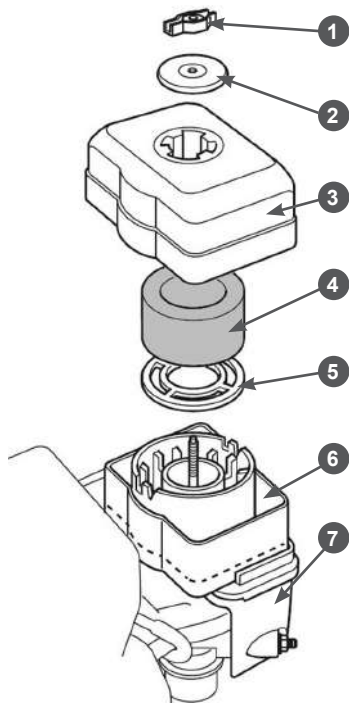
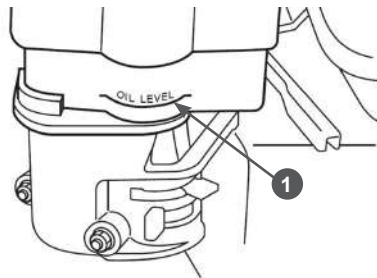

Рис. 10 Подготовка воздушного фильтра
Рис. 11 Уровень масла в масляной ванне воздушного фильтра
1. Открутите барашковую гайку 1, снимите шайбу 2 и крышку 3 воздушного фильтра (Рис. 10).
2. Извлеките из крышки 3 воздушного фильтра поролоновый фильтрующий элемент 4 (Рис. 10).
4. Залейте в масляную ванну 6 (Рис. 10) чистое моторное масло до отметки 1 «OIL LEVEL» на корпусе масляной ванны (Рис. 11).
2. Открутите барашковую гайку 1, снимите шайбу 2 и крышку 3 воздушного фильтра (Рис. 10).
3. Извлеките из крышки 3 воздушного фильтра поролоновый фильтрующий элемент 4 и проверьте его целостность и чистоту (Рис. 10). При обнаружении поврежденных фильтрующий элемент необходимо заменить. При наличии загрязнений поролонового фильтрующего элемента необходимо провести его очистку. Подробнее в разделе ОБСЛУЖИВАНИЕ ВОЗДУШНОГО ФИЛЬТРА.
5. Проверьте уровень масла в масляной ванне, уровень масла должен быть по отметку «OIL LEVEL» на корпусе масляной ванны (Рис. 11). При необходимости, долейте в масляную ванну чистое моторное масло до требуемого уровня.